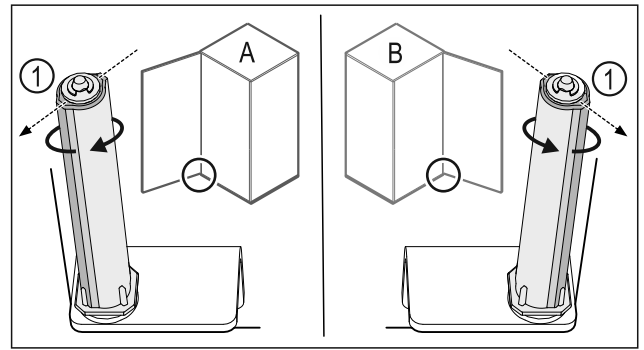

Fig. 43 Ľavý doraz (A)/pravý doraz (B)
- ▶ Otáčajte systém zatvárania proti odporu, kým nebude mostík systému zatvárania Fig. 43 (1) ukazovať von.